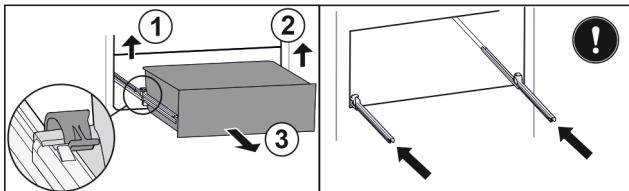

Fig. 126
- ▶ Повдигнете лявата скоба и едновременно с това изтеглете напред чекмеджето отляво. Fig. 126 (1)
- ▶ Повдигнете дясната скоба и едновременно с това изтеглете напред чекмеджето отдясно. Fig. 126 (2)
- ▶ Извадете чекмеджето напред. Fig. 126 (3)